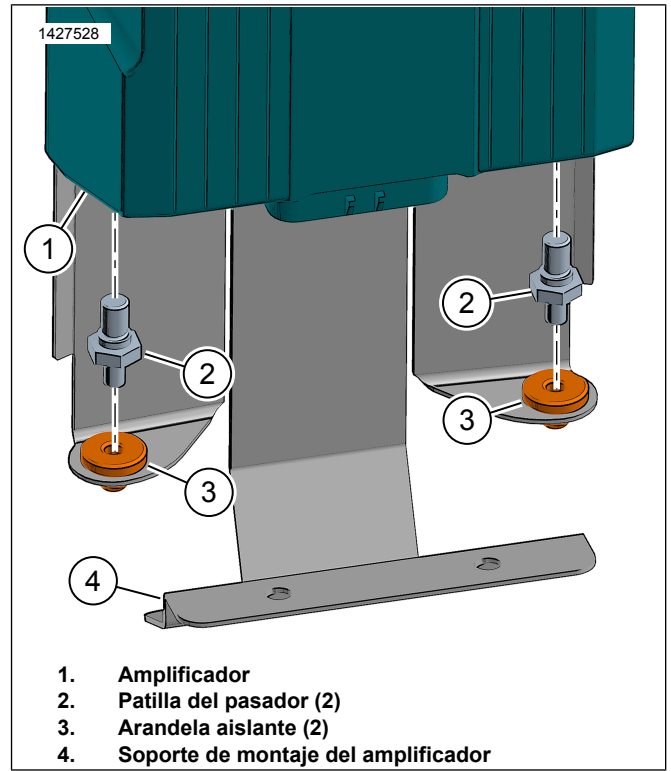

Figura 5. Patilla del pasador del amplificador
4. Vea la Figura 5. Instale la arandela (3) en el soporte de montaje del amplificador (4).
5. Instale la clavija (2) en el amplificador (1). Ajuste.